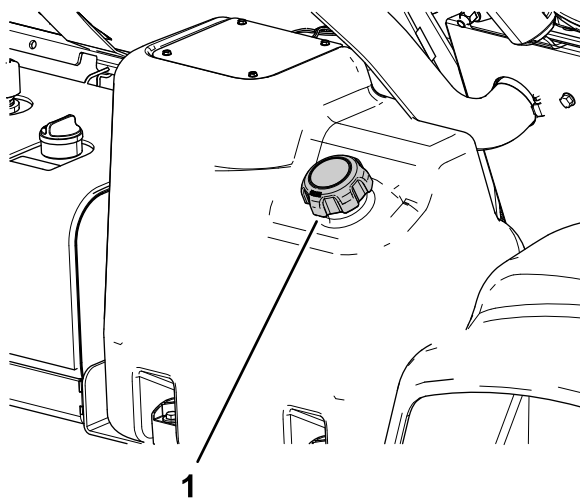

Рисунок 20
2. Очистите поверхность вокруг крышки топливного бака (Рисунок 20).